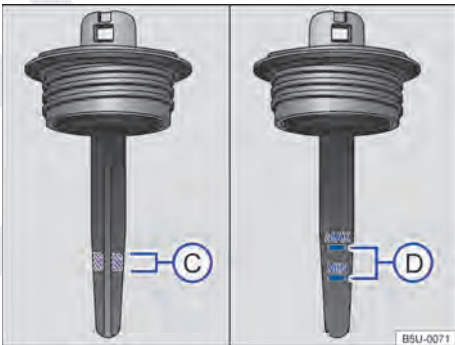

Fig. 117 Marcações para controle do nível do fluido da direção hidráulica.
- Retirar a tampa do reservatório e limpar a haste de medição ⇒ Fig. 117 sob a tampa com um pano limpo ⇒ ⚠.
- Retirar novamente a tampa e verificar o nível do fluido pela região hachurada da haste de medição ⇒ Fig. 117 ©.
- Retirar novamente a tampa e verificar o nível do fluido pelas marcações "MIN" e "MAX" da haste de medição ⇒ Fig. 117 ©.
- Caso o veículo trafegar com o nível do fluido fora da região ⇒ Fig. 117 © (motor frio) ou Ⓢ (motor quente), o sistema de direção hidráulica será danificado.